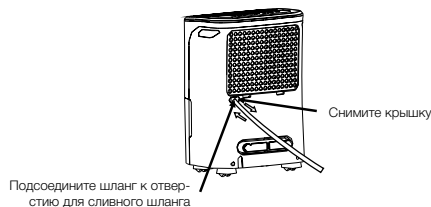

Рис. 7.
- Снимите крышку с заднего отверстия для сливного шланга. Подсоедините сливной шланг (внутренний диаметр = 13,5 мм) и подведите его к спускному отверстию в полу или к подходящему сливному устройству (см. Рис. 7).
- Возьмитесь за выступ на фильтре и потяните его вверх, затем выньте его, как показано на Рис. 7.